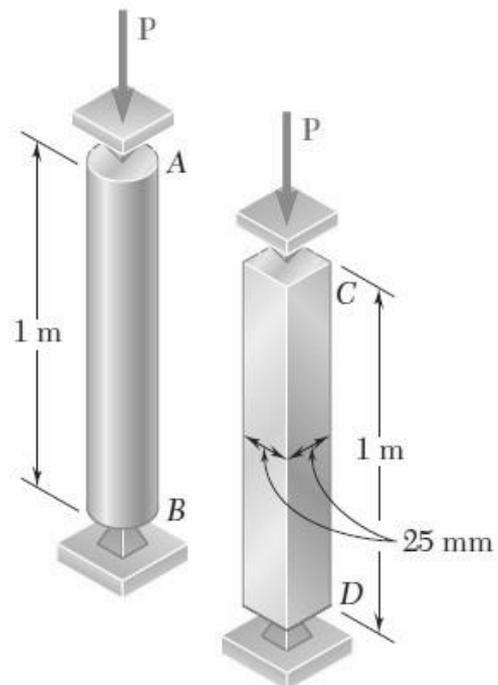

Figura 1.7
1.2.2 As duas colunas longas da Figura 1.7 têm secções com a mesma área. Determine a relação entre cada uma das cargas críticas. $E=210 \text{ GPa}$ e $\sigma_c=250 \text{ MPa}$.